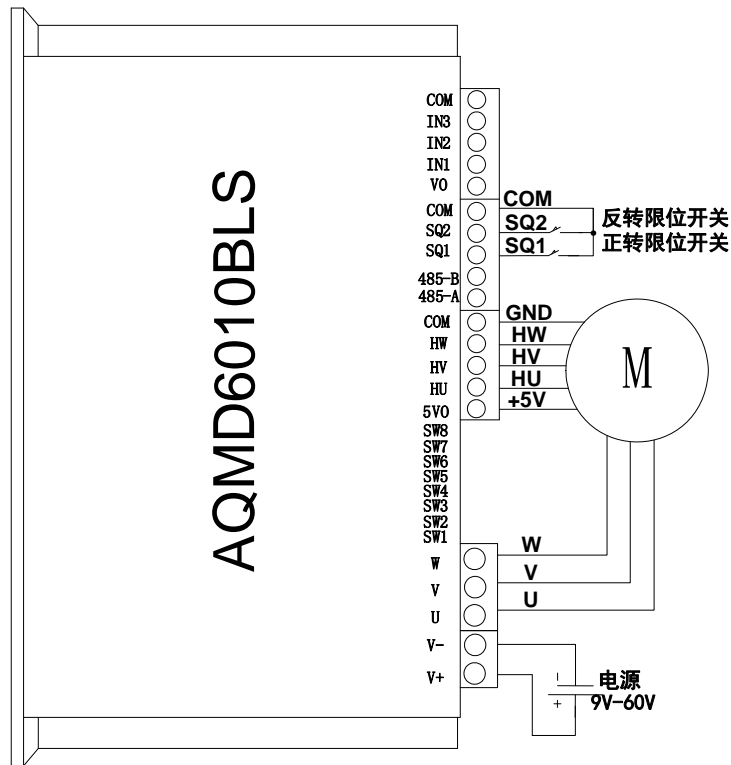

图 3.3 电源及电机接线图
- 4) 将电源的正负极分别接到驱动器电源接口的V+和V-, 如图 3.3 所示, 接通电源(注意: 电源的电压应与电机的额定电压一致, 且能够提供的电流大于电机的额定电流)。如果工作模式已配置为电机学习, 那么驱动器会立即进入学习状态, 每学习一相, 驱动器会“嘀”的短鸣一声, 学习完毕后, 如果“嘀——”的一声长鸣, 则表示学习成功, 如果连续“嘀嘀嘀”三声, 则表示学习失败, 请检查电机接线是否正确以及电机是否是驱动器支持的类型。